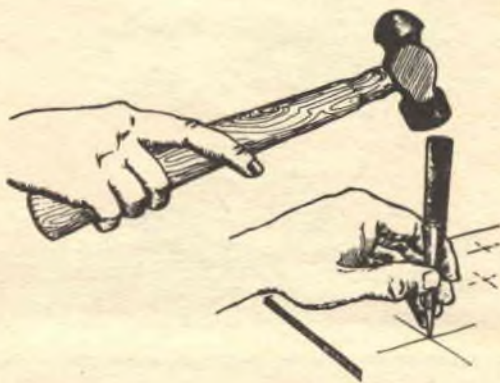

FIG. 3- Il centro dei fori va segnato con precisione a mezzo di un punzone.
3) incidere con un punzone il punto centrale dei cerchi da asportare oppure i vertici delle figure da ritagliare (fig. 3);